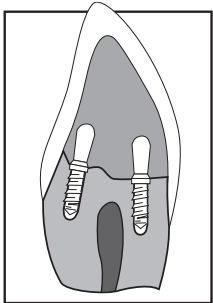

Figure 8
10. Faça a reconstrução com o material restaurativo escolhido (**Fig. 8**).